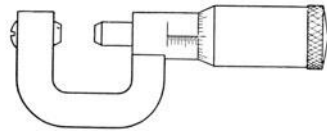

Fig. 16.
b) Nimm die Feinschraube (Fig. 16) in die linke Hand, fasse den geränderten Kopf lose zwischen Daumen und Zeigefinger der rechten Hand und öffne durch Drehen des Kopfs die *Zähne* der Schraube, doch nicht weiter als  $\sim 1,5$  cm. Sieh zu, ob die Zähne rein sind; wenn nicht, zeige dem Lehrer die Schraube.